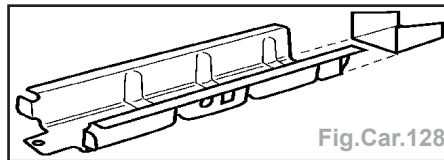

Fig.Car.128
- Souder le fourreau par points électriques (avec l'équipement BA1) (Fig.Car.128).